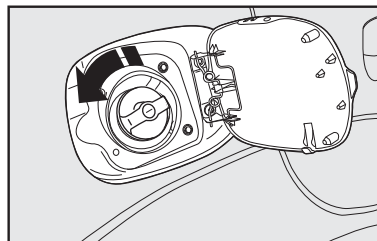

fig. 103
- Gire la llave en sentido antihorario y gire la tapa en el mismo sentido, hasta que esta se libere **fig. 103**.